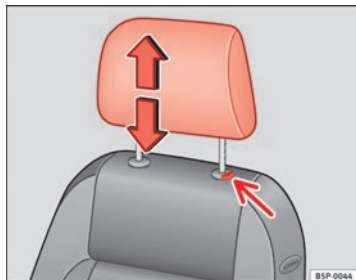

Abb. 71 Kopfstütze einstellen oder ausbauen
- Drücken Sie die Taste → Abb. 71 (Pfeil).